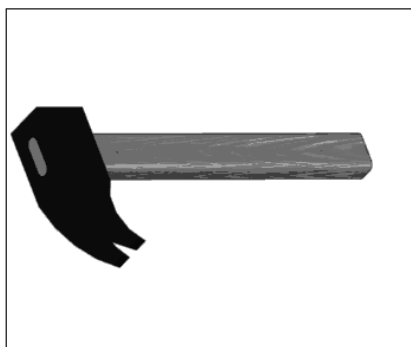

图 15-27
本例制作一个起钉锤, 结果如图 15-27 所示。
(28) 单击  按钮或者执行 `View→Render→Render` 命令。选择合适的材质，最终得到图 15-27 所示的效果。